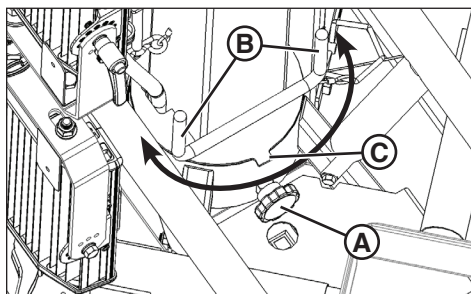

Figure 10
2. Desserrer le bouton de verrouillage de la tour d'éclairage (**A**, Figure 10).
3. Avec les poignées (**B**, Figure 10), tourner la tour d'éclairage dans le sens voulu.
5. Lorsque les opérations d'éclairage sont terminées, tourner le mât de la tour d'éclairage en position de transport : Aligner la languette du mât de la tour d'éclairage (**C**, Figure 10) avec le centre avant de la base de la tour d'éclairage. Serrer le bouton de verrouillage du mât de la tour d'éclairage. Voir aussi **Position de transport**.